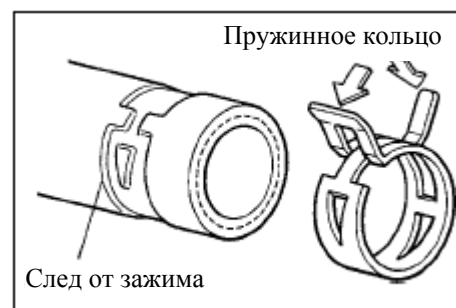

Рис.15
- (1)** До демонтажа шланга, проверьте положение хомута и надежность его крепления.
- (2)** Замените деформированный или погнутый зажим новым.
- (3)** В случае повторного использования шланга, устанавливайте хомут на то же место, где остались следы от предыдущего хомута(рис. 15).
- (4)** При установке стального ленточного пружинного стопорного кольца установите его, прилагая силу в направлении стрелки (рис. 15).